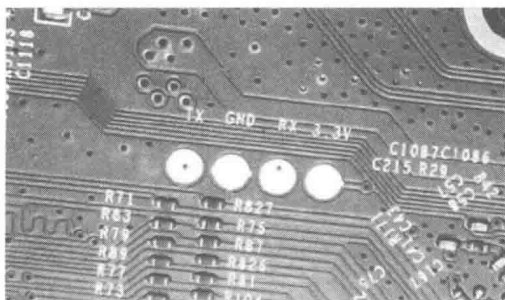
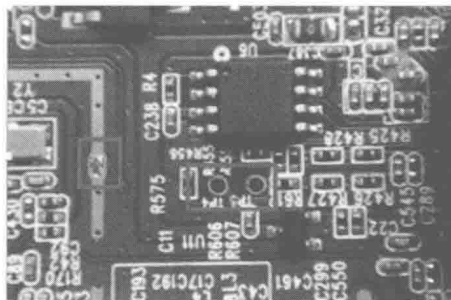
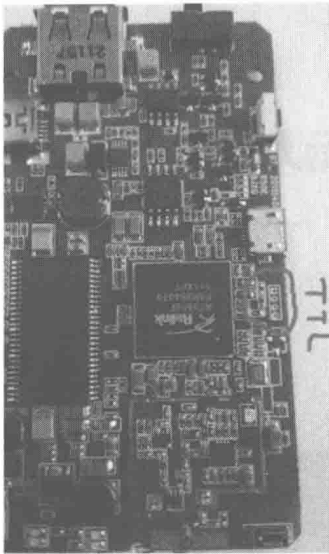

图4-1 小米路由器的串口测试点
图4-2 TP-Link TL-WR740N V4的串口测试点
图4-3 北极星光R50E的串口测试点
(1) 串口。很多路由器都开放了串口，比如小米路由器的串口测试点，如图 4-1 所示；TP-Link TL-WR740N V4 的串口测试点，如图 4-2 所示；北极星光 R50E 的串口测试点，如图 4-3 所示。